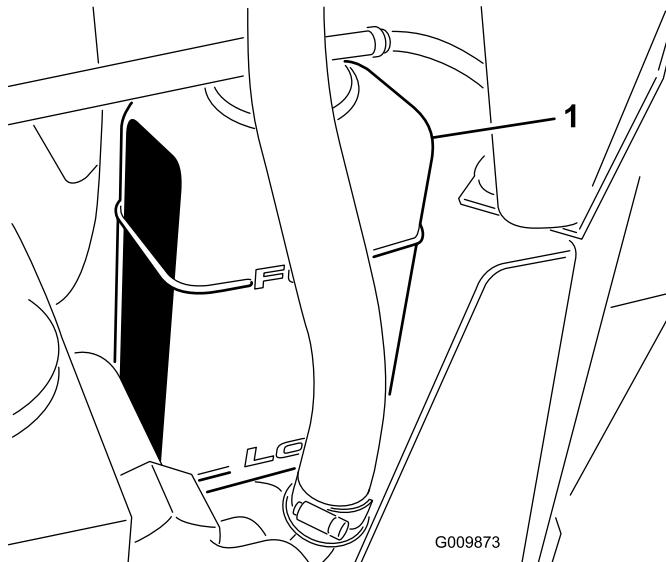

Figure 28
2. Vérifiez le niveau du liquide de refroidissement dans le radiateur et le vase d'expansion (Figure 28).